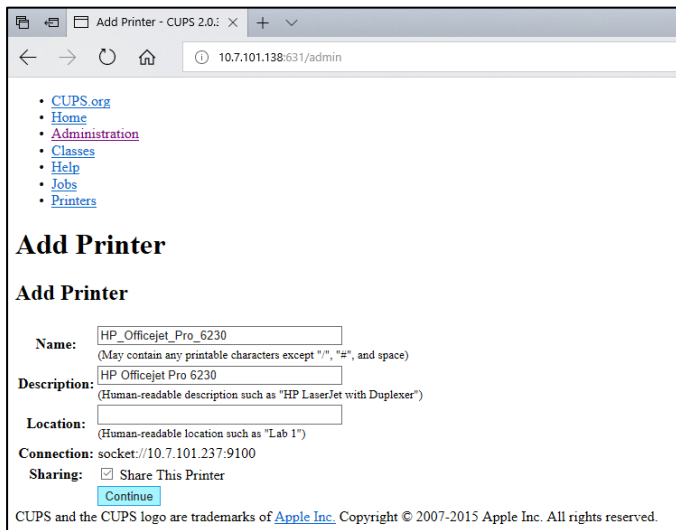

Figura 79. Ecranul Add Printer (Adăugare imprimantă).
5. Selectați **Share this printer** (Se partajează această imprimantă) și apăsați **Continue** (Continuare) (Figura 79).